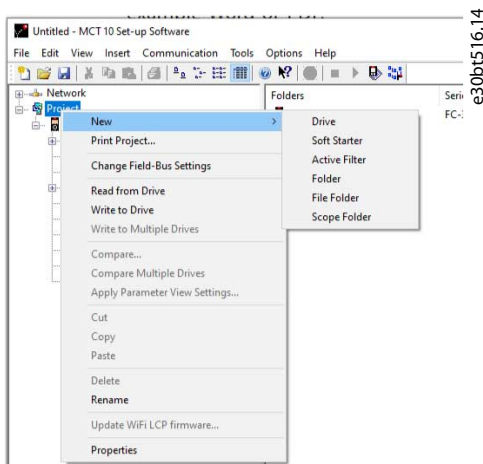

Abbildung 26: Einen Ordnertyp einfügen
- Rechtsklicken Sie auf das Projekt oder einen vorhandenen Ordner und wählen Sie *Neuer Ordner/Neuer Dateiordner*, wie in Abbildung 26 gezeigt.